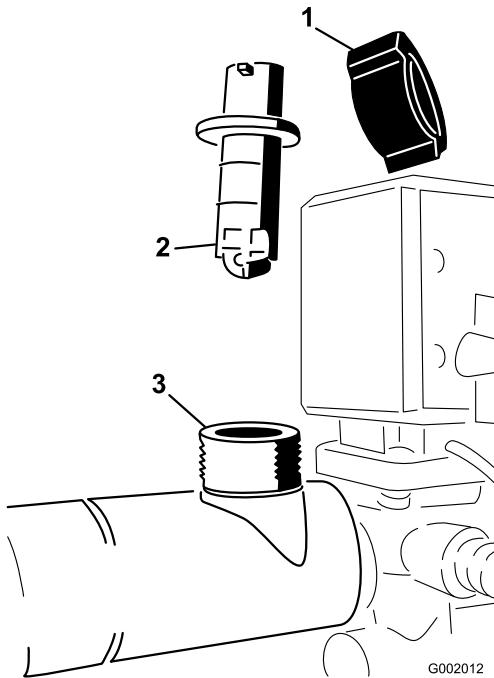

図 76
2. フローメータのボディについているリテナ・キャップを取り(図 76)。